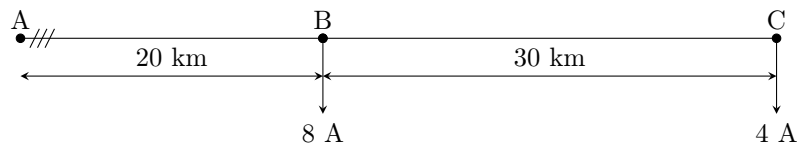

Figura 7.20: Diagrama unifilar del problema 7.36.
- 7.36 (P.2-9.) La línea trifásica de 10 kV, 50 Hz, indicada en la figura 7.20, es de sección uniforme. Las cargas son equilibradas y con factor de potencia 0,86 inductivo. El conductor es un cable tripolar de cobre de resistencia longitudinal de  $0,4 \Omega/\text{km}$  y reactancia  $0,1 \Omega/\text{km}$ . Calcular la caída de tensión total.